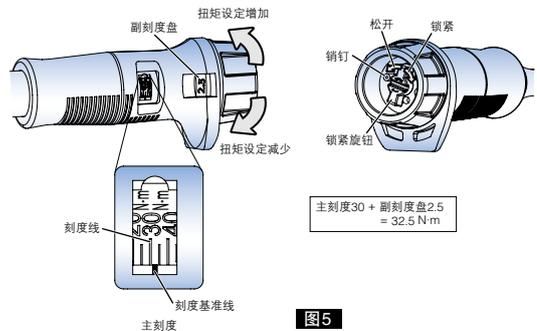

图5
例3 QL/CL附带黑色树脂手柄(QL50N~280N等)时(图5)
- ① 向左旋转松开锁紧旋钮。(图5)
- ② 旋转副刻度盘,设定扭矩值。(主刻度+副刻度)
- ③ 向右旋转锁紧旋钮,将副刻度盘锁紧。(图5)
- ① 边看着主刻度边转动副刻度盘,直至主刻度的30N·m刻度线接近刻度基准线,然后慢慢转动副刻度盘,使副刻度盘的0位对准红点。此时设定的扭矩值为30N·m。
- ② 边看副刻度盘边向右(正方向)转动,使副刻度盘对准2.5。此时设定扭矩值为32.5N·m。(图5)